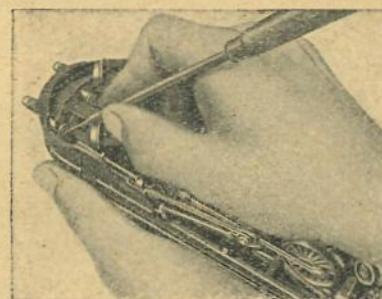

Fig. 3
2) Nun kann man gut zu den beiden Federn gelangen, welche die Glühlampen nach vorne drücken und festhalten. Fig. 3 zeigt, wie mit Hilfe einer Pinzette oder eines kleinen Schraubenziehers die Federn zur Seite zu drehen sind.
- 2^o Ecartez vers le côté le ressort qui maintient l'ampoule en place, en se servant pour cela d'une pince ou d'un petit tournevis (Fig. 3).
- (1) Turn the locomotive upside down and place the front bogie in oblique position, so as to give access to the headlight to be replaced.
- (2) Push aside the spring which holds the bulb in position, using for the purpose a forceps or a small screwdriver (Fig. 3).